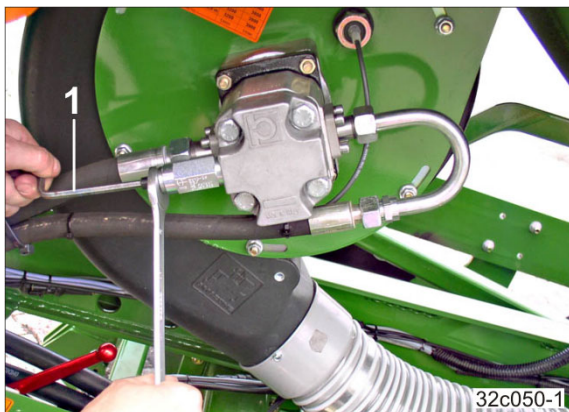

Fig. 159
1. Die Kontermutter (Fig. 159) lösen.
2. Die Schraube mit dem Innensechskant-Schlüssel (Fig. 159/1) ganz eindrehen (rechts herum).
2. Die Soll-Gebläsedrehzahl mit dem Innensechskant-Schlüssel (Fig. 159/1) am Druckbegrenzungsventil einstellen. Die maximale Gebläsedrehzahl von 4000 1/min. nicht überschreiten.